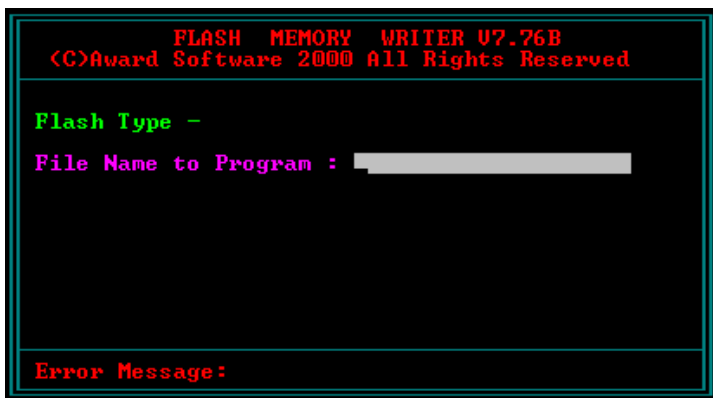

Рис. 15.2. Это единственное окно программы AwardFlash, в котором будут совершаться все действия
- По окончании загрузки в строке приглашения введите имя программного файла, например, Award Flash (можно и без расширения, и маленькими буквами), после чего нажмите клавишу <ENTER>. Появится главное окно программы (рис. 15.2).